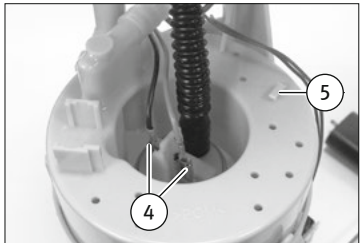

Abb. 2/Fig. 2/Puc. 2/图2
- Disconnect the electrical contacts (4) on the fuel pump (Fig. 2 and 3).
- The electrical cables, e.g. for the sender unit, can be removed from the guides (5) if necessary.
- Carefully cut open the fuel line (1) which leads away from the thrust side of the fuel pump. Depending on the version, this is performed either at the hose connection on the flange cover (7), or at the hose connection on the reservoir (6). Do not damage the hose connection.
- Loosen the latches (2) and pull the upper and lower sections of the reservoir (3) apart. Store the sealing ring (8).
- The fuel pump sits in a two-part support (9) in the lower section of the reservoir. Pull the support out of the lower section.
- Remove the coarse filter (12) from the fuel pump.
- Loosen the latches (11) and pull the fuel pump downwards out of the support (9).
- Débrancher les contacts électriques (4) de la pompe à carburant (Fig. 2 et 3).
- Si nécessaire, les câbles électriques, par ex. vers l'indicateur de niveau, peuvent être sortis de leurs guides (5).
- Découper avec précaution la conduite de carburant (1) partant du côté pression de la pompe à carburant. Selon le modèle, la découpe est réalisée soit au niveau de la tubulure du couvercle à bride (7), soit au niveau de la tubulure du réservoir (6). Ne pas endommager la tubulure.
- Ouvrir les fixations (2) et séparer les parties supérieure et inférieure du réservoir (3).
- Conserver la bague d'étanchéité (8).
- La pompe à carburant est logée dans un support en deux parties (9), dans la partie inférieure du réservoir. Tirer le support hors de la partie inférieure.
- Retirer le filtre grossier (12) de la pompe à carburant.
- Ouvrir les fixations (11) et tirer la pompe à carburant hors du support (9), vers le bas.
- Снять с топливного насоса электрические контакты (4) (рис. 2 и 3).
- При необходимости можно извлечь из направляющих (5) электрические провода, например, для датчика давления в топливном баке.
- Осторожно разрезать топливопровод (1), отходящий от стороны нагнетания топливного насоса. В зависимости от исполнения это выполняется либо на шланговом патрубке крышки с фланцем (7), либо на шланговом патрубке запасного резервуара (6). Не повредить шланговый патрубок.
- Ослабить фиксаторы (2) и разъединить верхнюю и нижнюю части запасного резервуара (3). Сохранить уплотнительное кольцо (8).
- Топливный насос находится в составе из двух частей держателе (9), расположенном в нижней части запасного резервуара. Извлечь держатель из нижней части.
- Снять с топливного насоса фильтр грубой очистки (12).
- Ослабить фиксаторы (11) и вынуть топливный насос из держателя (9) по направлению вниз.